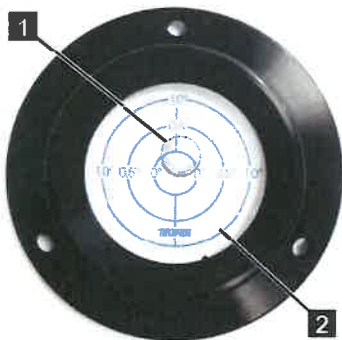

Abb. 123
7. Das Chassis durch Ausrichten der Stützen nach der Dosenlibelle (Abb.123) in waagerechte Position bringen. Die Blase (Abb.123/1) der Dosenlibelle muss sich innerhalb des 1°-Kreises (Abb.123/2) befinden.